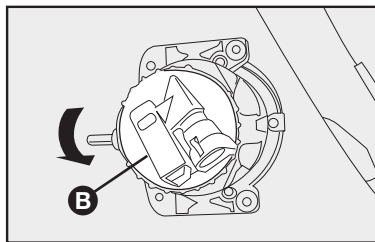

fig. 29
- 2) girar a tampa **B**–**fig. 29** no sentido anti-horário.